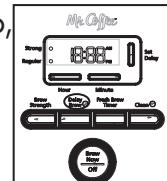

Figura 10
3. Para activar la DEMORA DEL COLADO y programar su cafetera para colar café luego, oprima el botón el botón de DEMORA DE COLADO una vez (Figura 10). La luz de DEMORA DE COLADO verde se encenderá. Ahora la cafetera está lista para colar café automáticamente más tarde a una hora preseleccionada. Ahora se encenderá la luz de INTENSIDAD DEL COLADO. Usted puede seleccionar la intensidad que deseé oprimiendo el botón de INTENSIDAD DEL COLADO.
Para cancelar DEMORA DEL COLADO: Presione el botón de DEMORA DE COLADO (Figura 10).